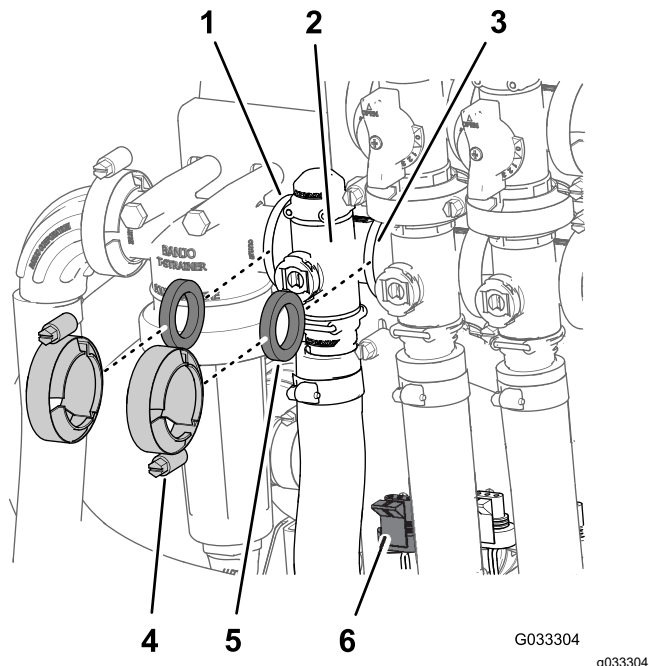

Figura 67
1. Retire las abrazaderas y las juntas que sujetan el distribuidor de la válvula de control de caudal (Figura 67).